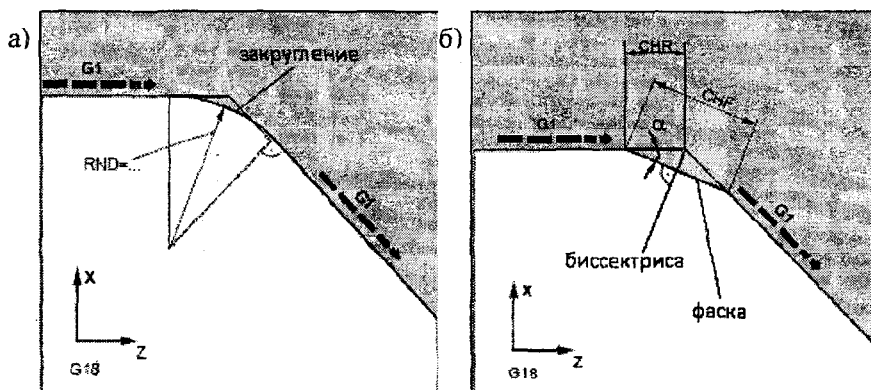

Рис. 2.7. Пояснение программирования фаски (а) и закругления (б)
- фасками (прямыми линиями, расположенными под углом к линии контура и являющимися основанием равнобедренного треугольника, стороны которого являются продолжением двух линий контура) (рис. 2.7, а);
- закруглениями (дугами окружности, соединяющими две линии контура так, что угол дуги делится пополам линией, проведенной из центра дуги в точку пересечения продленных линий контура) (рис. 2.7, б).